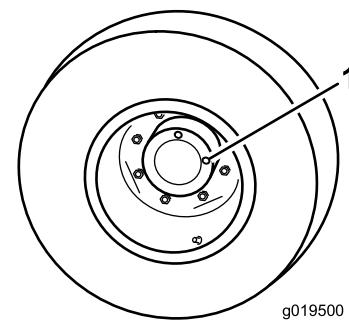

Figure 12
1. Amenez la machine sur une surface plane et horizontale, tournez la roue de sorte qu'un bouchon de contrôle (Figure 12) soit à la position 12 heures et l'autre à la position 3 heures.
1. Bouchon de contrôle/vidange (2)
- Retirez le bouchon qui est à la position 3 heures (Figure 12). Le niveau d'huile doit atteindre le bas de l'orifice de contrôle.